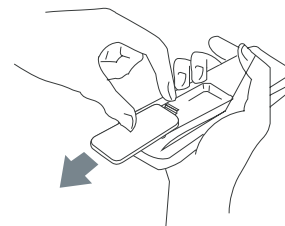

Fig. 13
- Deslice y quite la tapa protectora (Fig. 13)